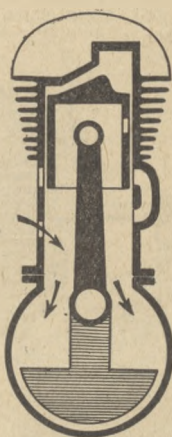

FIG. 10. — Trajet des gaz dans un moteur à 2 temps durant la montée puis la descente du piston.
- d'autre part, par un canal de transvasement, avec l'orifice par lequel les gaz frais pénètrent dans le cylindre (figure 10).
on ferme l'arrivée des gaz par un système mécanique quelconque, il comprime la masse gazeuse et quand on découvre l'orifice de transvasement, cette masse gazeuse fait irruption dans le cylindre. Le carter, en somme, n'est ni plus ni moins qu'une pompe aspirante et foulante (figure 10).